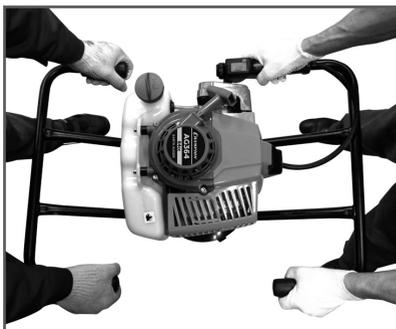

Рис.12 Положение рук при работе вдвоем
- Бурение скважин диаметром более 150 мм или глубиной более 1 м рекомендуется проводить вдвоем, силами оператора и помощника. Оператор направляет мотобур (Рис.12), удерживая его за ручку с курком газа и раму. Помощник помогает ему и направляет мотобур, удерживая его за другую рукоятку и раму, находясь с противоположной стороны.